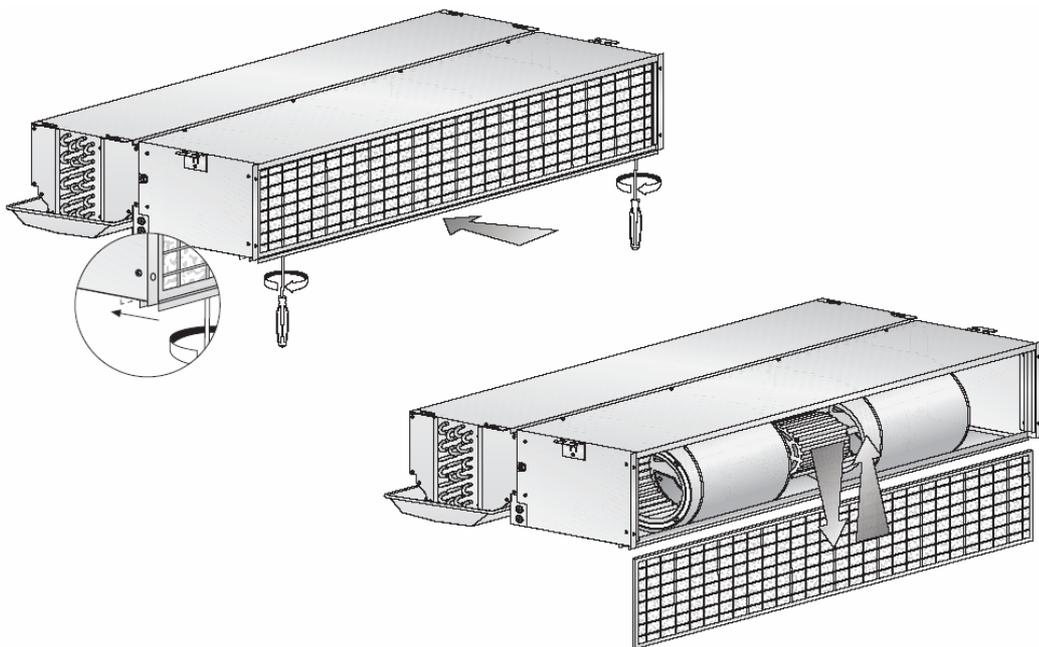

Рис. 5
1. Закрепите доводчик на потолке помещения с помощью монтажных болтов (не входят в комплект поставки, см. рис. 5).